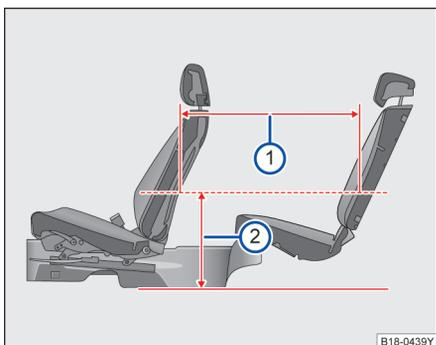

图 49 座椅座间距
当前排座椅前后位置：座椅最后往前滑动 125mm，高度及靠背角都处于设计位置；后排座椅位于设计位置时，在距离地板位置 474mm 处⇒图 49②，座间距为 831mm⇒图 49①，部分车型在距离地板位置 475mm 处⇒图 49②，座间距为 836mm⇒图 49①